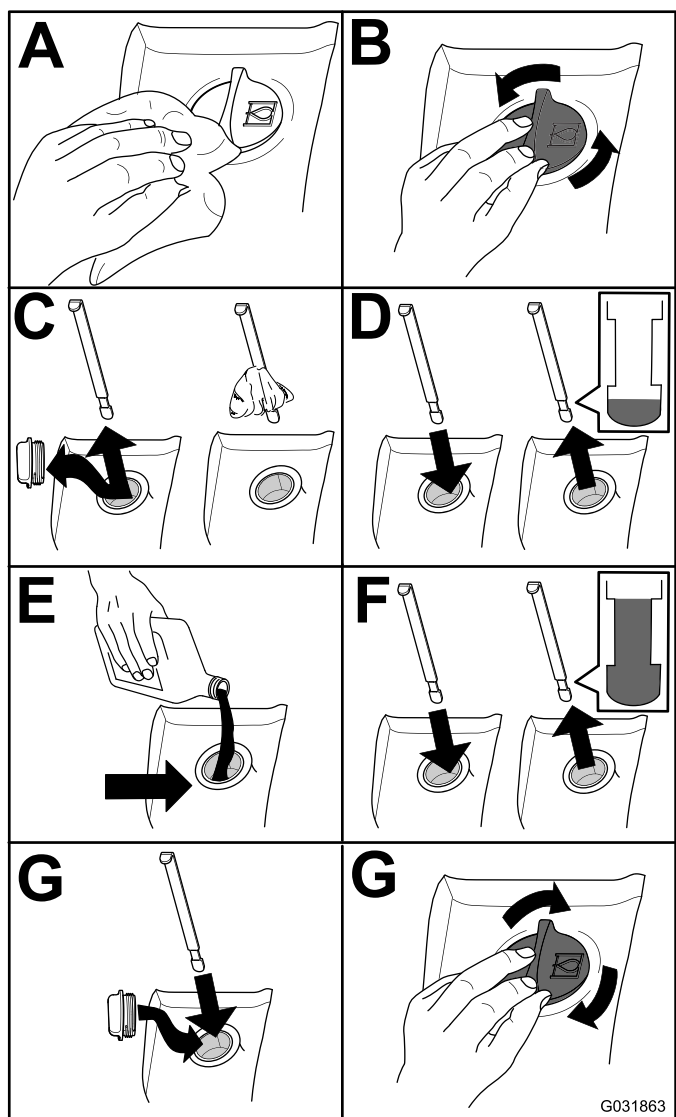

Рисунок 78
2. Проверьте уровень гидравлической жидкости (Рисунок 78).